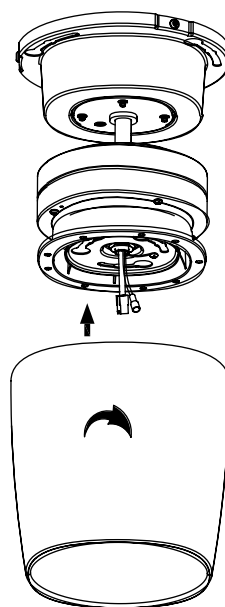

Fig. 12a
**Étape 1.** Placez le boîtier du moteur jusqu'au couvercle de la plaque de montage, fixez trois étiquettes volantes avec des vis sur le boîtier du moteur aux trous de serrure sur le couvercle de la plaque de montage. (Fig. 12a)